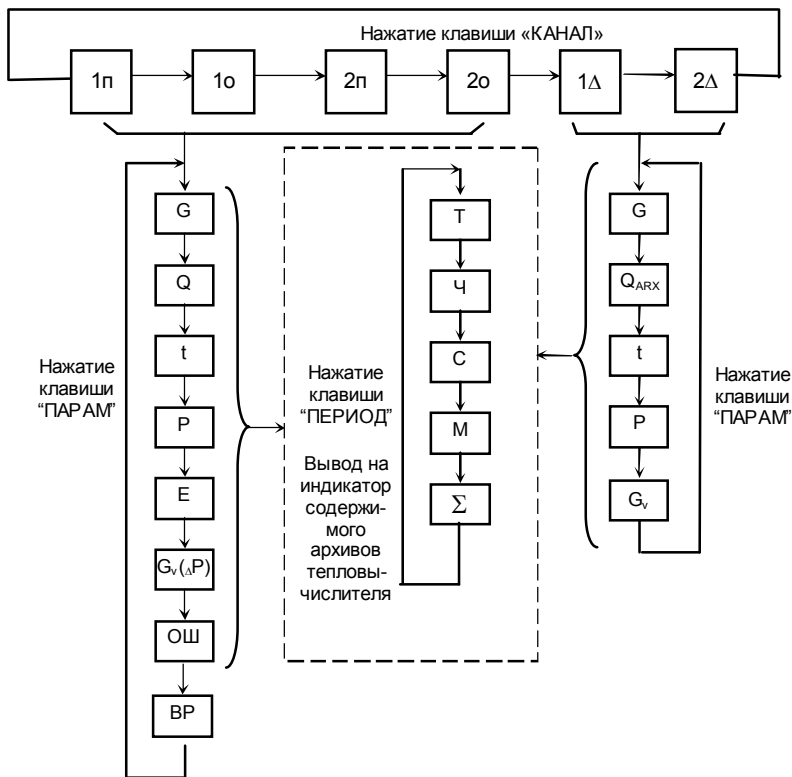

Рис.2.6. Алгоритм «Основного режима» работы тепловычислителя
Алгоритм ОСНОВНОГО РЕЖИМА работы тепловычислителя представлен на рис.2.6.
Условные обозначения к рис.2.6:
- Нажимая клавишу "ПАРАМ" («ВВОД»), выберите нужный параметр (см. рис.2.6).